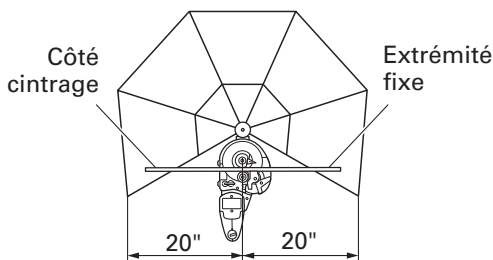

Fig. 20
(1) Bien installer la protection anti-flèche pour cintrer des barres béton d'une longueur de cintrage et d'une longueur de fixation (dimension intérieure de la protection anti-flèche) égales à 20" moins (Fig. 20)